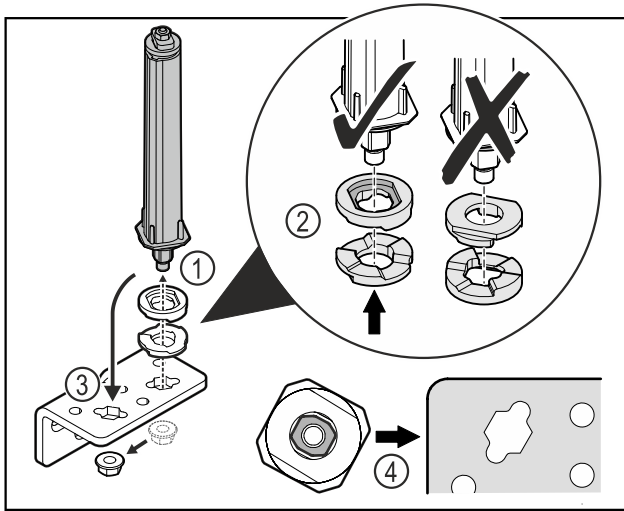

Fig. 34
- ▶ Svitare il dado e rimuovere il sistema di chiusura della porta Fig. 34 (1).
- ▶ Assicurarsi che le rondelle per la regolazione dell'altezza siano rivolte nel verso giusto Fig. 34 (2).
- ▶ Spostare il sistema di chiusura della porta nella cerniera angolare e fissarlo con il dado Fig. 34 (3).
- ▶ Durante l'inserimento del sistema di chiusura della porta assicurarsi che sia rivolto nel verso giusto Fig. 34 (4).